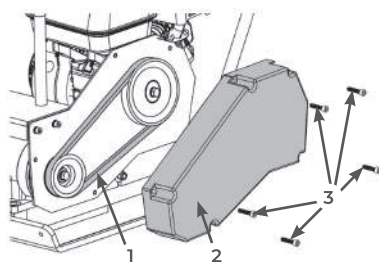

РИС. 19
1. Открутите болты крепления 3 и снимите защитный кожух ремней 2 (Рис. 19).